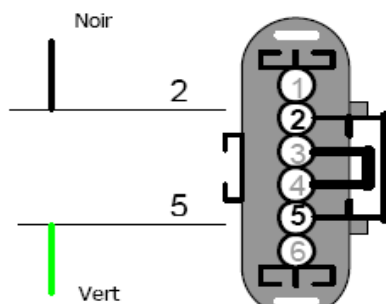

fig.1
- Soudez le fil vert (3) en position 2 dans le connecteur de la pédale (fig.1).
- Soudez le fil noir (6) en position 6 dans le connecteur de la pédale (fig.1).
- Soudez le fil vert en position 5 dans le connecteur de la pédale (fig.1).
- Soudez le fil noir au fil en position 2 dans le connecteur de la pédale (fig.1).
- Soudez le fil vert en position 4 dans le connecteur de la pédale (fig.1).
- Soudez le fil noir en position 1 dans le connecteur de la pédale (fig.1).